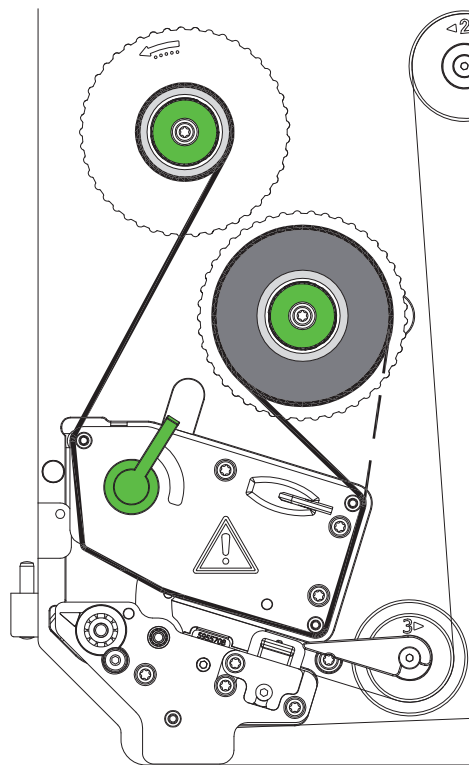

Figure 16 Passage du ruban transfert
2. Tourner le levier (6) dans le sens inverse des aiguilles d'une montre pour soulever la tête d'impression.
3. Pousser le rouleau de ruban transfert (3) jusqu'à la butée sur le dérouleur (4) afin que le côté encre du ruban ne soit pas en contact direct avec la tête d'impression.
4. Maintenir le dérouleur (4) et tourner le bouton de réglage (5) dans le sens inverse des aiguilles d'une montre jusqu'à ce que le rouleau soit fixé.
5. Pousser un mandrin (1) approprié sur l'enrouleur de ruban transfert (2) et le fixer de la même manière.
6. Guider le ruban transfert à travers le mécanisme d'impression comme décrit dans la figure 16.
7. Fixer le début de ruban transfert avec une bande adhésive sur le mandrin (1). Respecter le sens de rotation de l'enrouleur de ruban transfert, à l'inverse des aiguilles d'une montre.
8. Tourner l'enrouleur (2) dans le sens inverse des aiguilles d'une montre pour lisser le ruban transfert.
9. Tourner le levier (6) dans le sens des aiguilles d'une montre pour verrouiller la tête d'impression.